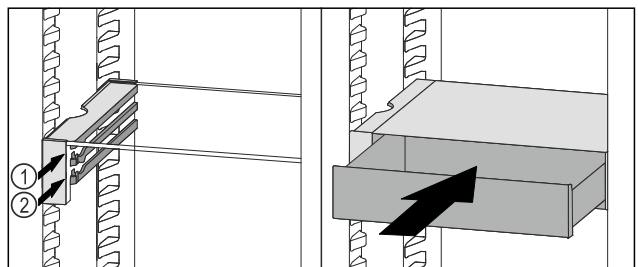

Fig. 204
- ▶ VarioSafe-Schubfach hinter den Stopperrn auf gewünschter Rippe Fig. 204 (1) oder Fig. 204 (2) aufsetzen.